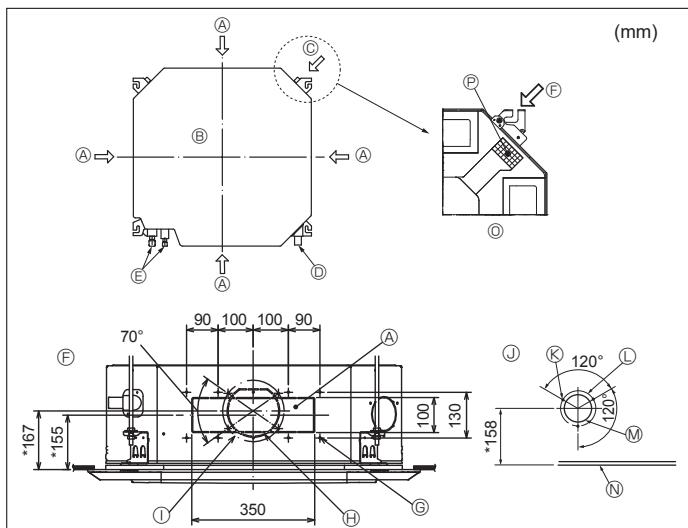

Fig. 3-4
3.4. Οπή πλάγιου αγωγού και οπή εισόδου καθαρού αέρα (Fig. 3-4)
Την ώρα της εγκατάστασης, χρησιμοποιήστε τις οπές αγωγού (οι οποίες είναι έτοιμες) που βρίσκονται στις οπές που εμφανίζονται στην Fig. 3-4 όπως και όταν είναι απαραίτητο.